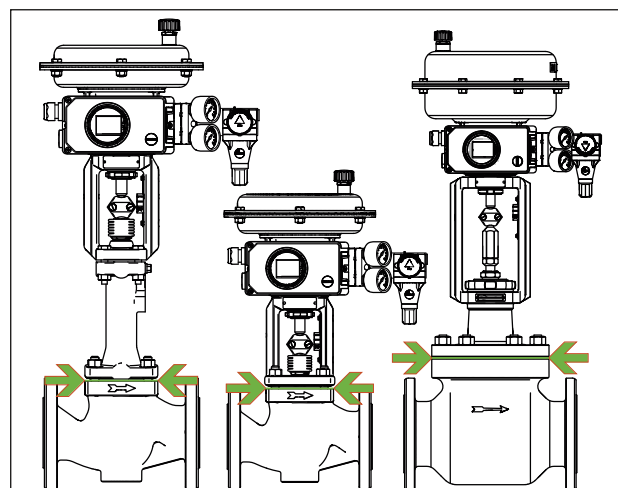

Fig. 13 : Limite d'isolement des vannes de régulation (exemple)
- ⇒ Isoler les vannes de régulation uniquement jusqu'à la bride du couvercle du corps de vanne, cf. Fig. 13. Cela s'applique également aux exécutions avec soufflet ou pièce d'isolement lorsque la température du fluide est inférieure à 0 °C ou supérieure à 220 °C. Si la pièce d'isolement est incluse dans l'isolation, elle perd alors sa fonction !